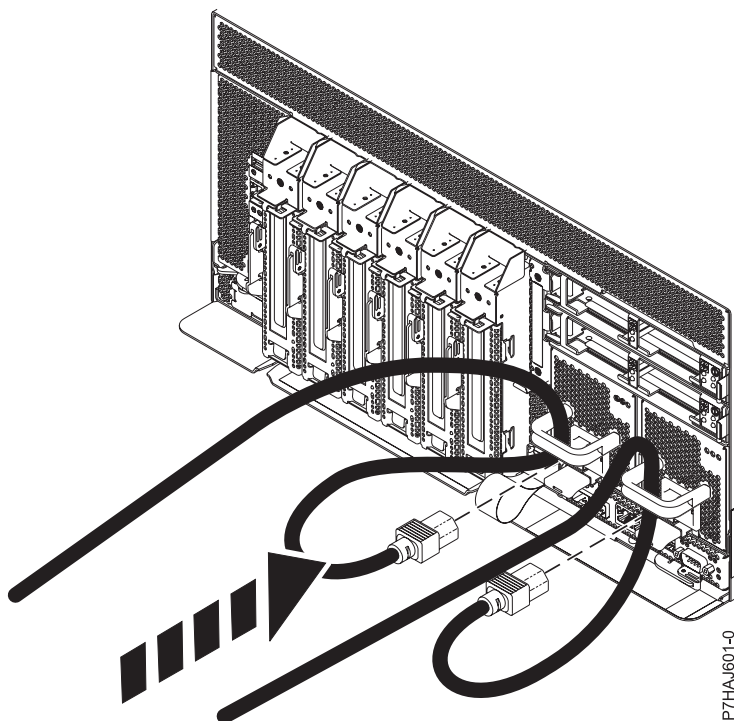

Figura 34. Conectar los cables de alimentación
2. Vuelva a conectar el cable de alimentación en la unidad del sistema, tal como se muestra en Figura 34 en la página 54. Asegúrese de pasar los cables por las asas.